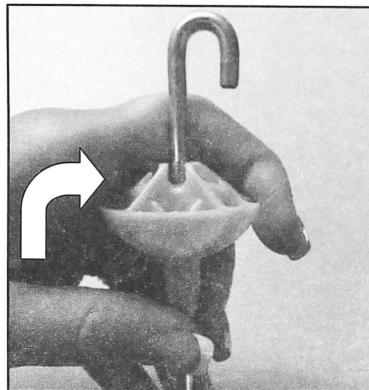

FIGURA 3
4. Dé vuelta la esfera de suspensión poniéndola hacia arriba. Vea la Figura 3.